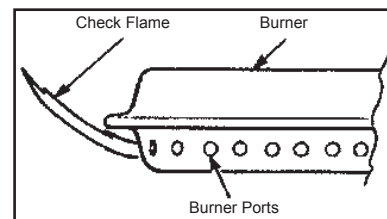

Fig. 9
- Todas puertas en el quemador deben demostrar una flama de 2.5cm en la instalacion "Arriba." (Fig. 9)